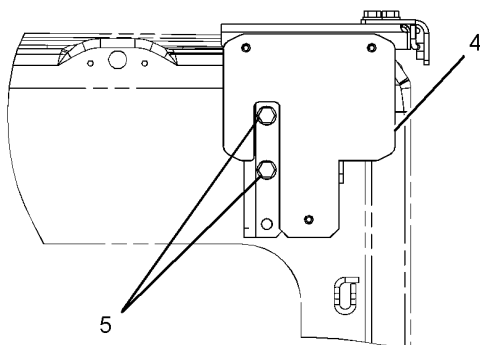

Fig. 256
- b. Montér beslag (4) igen med boltene (5), der sidder i de to øverste huller i beslaget. Jf. fig. 256 .